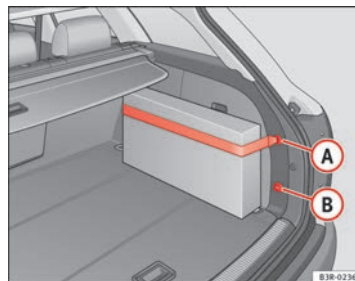

Abb. 119 Befestigungsgurt an der rechten Gepäckraumverkleidung
- Haken Sie den Befestigungsgurt in die Aufnahme **(A)** oder **(B)** → Abb. 119 ein.